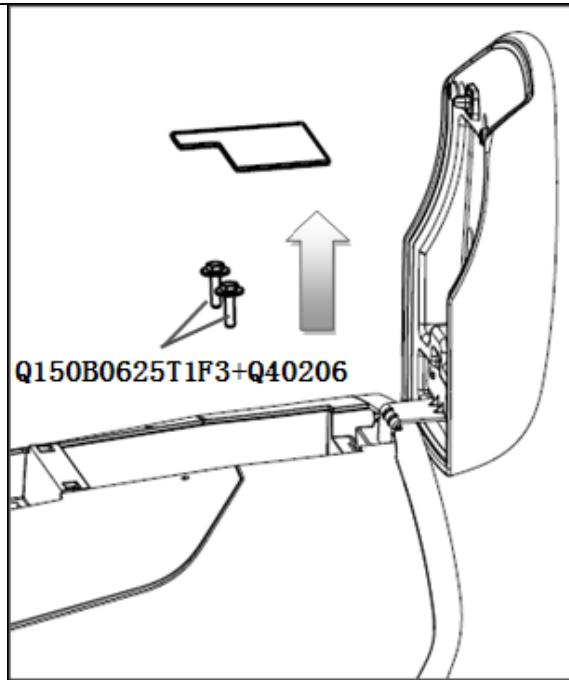

图 1.6.13 副仪表板固定螺栓的拆卸
- (2) 从储物盒中取出杂物盒底部毡垫,用长柄10号六角套筒将固定副仪表板本体与后部安装支架的两个螺栓松开并取出螺栓,再将扶手放回到原来状态。如图1.6.13所示;
- (3) 用10号六角套筒将固定副仪表板本体与仪表板下本体的两个螺栓(Q1840620T1F3六角法兰面螺栓)松开取下,用十字螺丝刀将固定副仪表板本体与换挡操纵机构的螺钉(BYDQ2610523T1F3六角头自攻锁紧螺钉)松开取下。如图1.6.13所示;